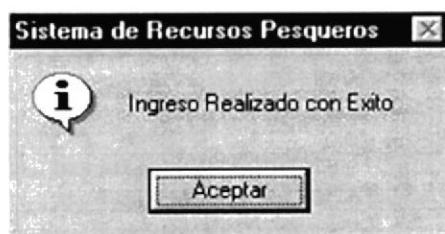

Figura 9.75 Mensaje de Ingreso
2. Si se guarda un Tipo de Criadero nuevo se mostrará el siguiente mensaje (ver figura 9.75)